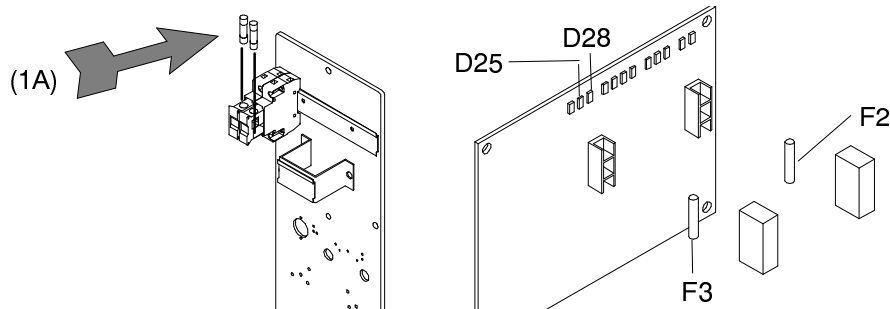

Fig. 22
a) Controllare l'accensione dei led D25 e D28 sulla scheda elettronica (cod. 02E03947, tav. 8): Se non si accendono verificare i fusibili F2 e F3 sulla scheda elettronica ed eventualmente i fusibili da 1A (cod.02008816, tav. 8) (Fig. 22).